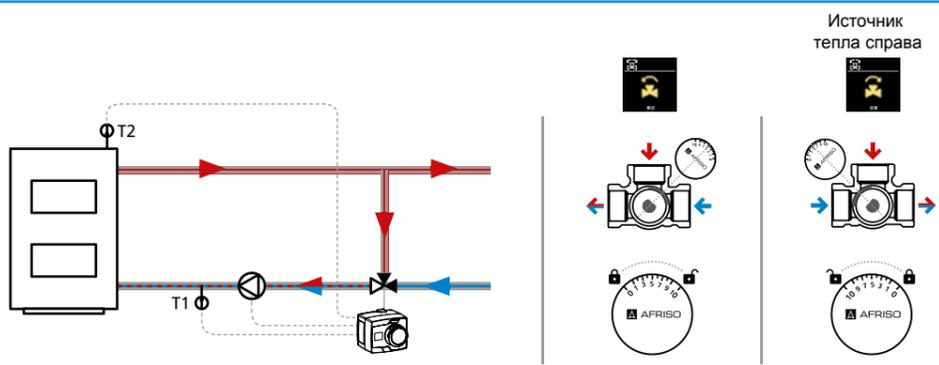
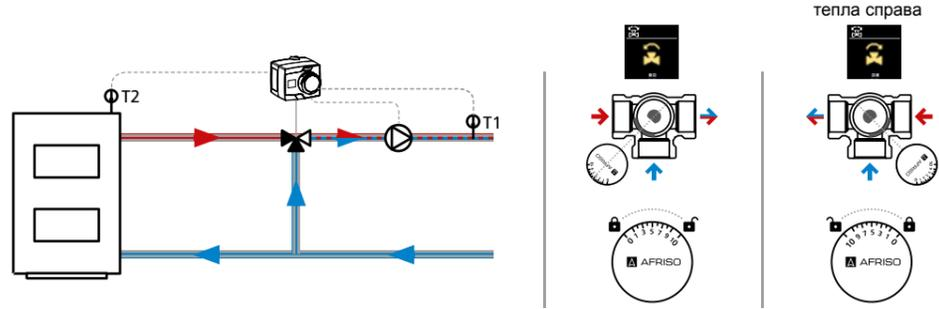
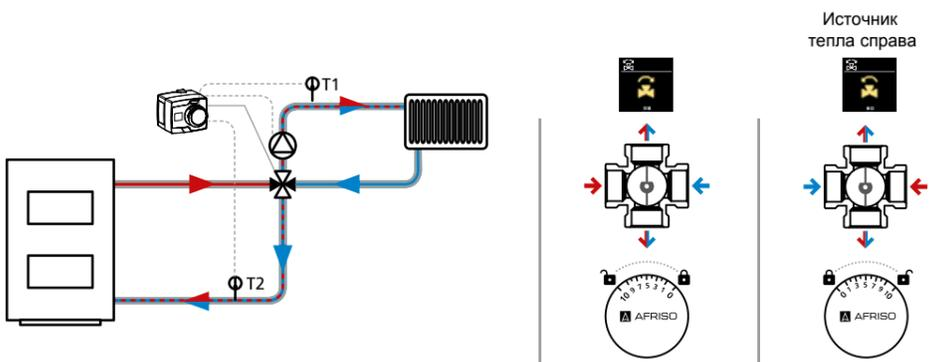

Рис. 10. Схема со смесительным клапаном, установленным на обратной линии источника тепла для защиты котла от низкотемпературной коррозии.
Рис. 11. Схема со смесительным клапаном, установленным на подаче для поддержания заданной температуры.
Рис. 12. Схема с 4-ходовым смесительным клапаном для защиты котла от низкотемпературной коррозии.
4. Датчик температуры T1 и T2 должен быть установлен в соответствии с выбранной схемой (Рис. 10., Рис. 11., Рис. 12.) с помощью адаптеров, входящих в комплект.
Выберите соответствующую схему в соответствии с установкой, на которой установлен смесительный клапан. Вы можете выбрать схему с клапаном, установленным на обратной линии источника тепла (Рис. 10.), на подающей трубе (Рис. 11.) или с 4-ходовым клапаном (Рис. 12.)
На последнем шаге установите соответствующую шкалу «от 0 до 10» или «от 10 до 0» в соответствии с выбранной схемой (Рис. 10., Рис. 11., Рис. 12.). Чтобы изменить шкалу, приподнимите пластину, переверните и снова наденьте.